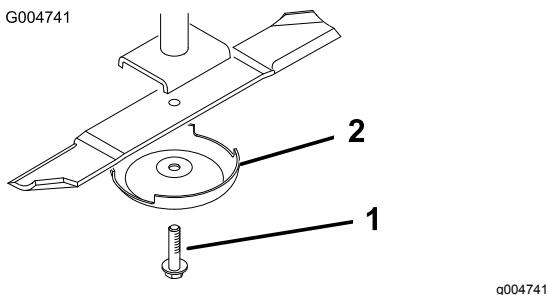

Figura 117
- Retire o parafuso da lâmina, o recipiente antidanos e lâmina do eixo (Figura 117).